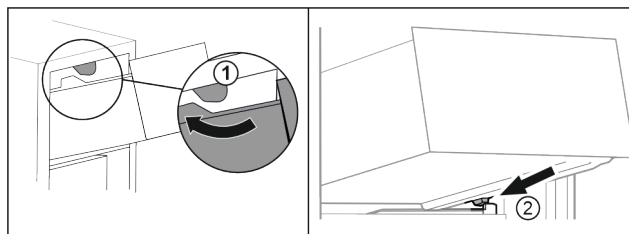

Fig. 90
- ▶ Vedte zásuvku podél horních zarážek. Fig. 90 (1)
- ▶ Nasadte zásuvku šikmo za dolní zarážky na žebrování na nádoby. Fig. 90 (2)